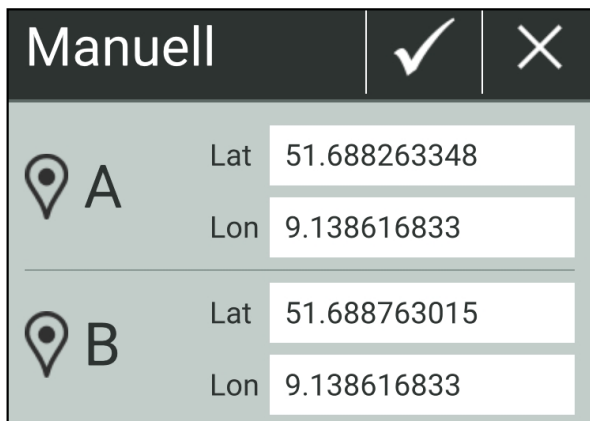

Abb. 111: Koordinaten für A- und B-Punkte bearbeiten
- A-Punkt: Koordinaten von A- und B-Punkt ändern (siehe Abb. 111).
- B-Punkt: Koordinaten von A- und B-Punkt ändern (siehe Abb. 111).